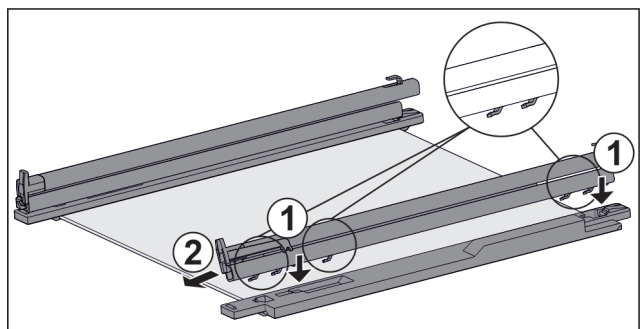

Fig. 125 Стъклена плоча с релси и задържащи части
- ▶ Поставете куките на релсата върху отворите на лявата задържаща част. Fig. 125 (1)
- ▶ Издърпайте релсата напред. Fig. 125 (2)
- ▶ Поставете куките на релсата върху отворите на дясната задържаща част. Fig. 125 (1)